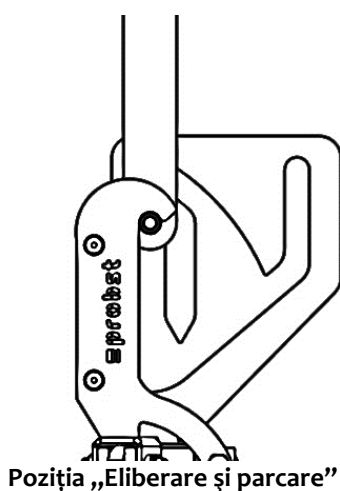

Fig. 1
- Aduceți dispozitivul de preluare a cârligului în poziția „Decuplare” (fig. 1) prin tragerea oblică a tijei de tracțiune sarcini.